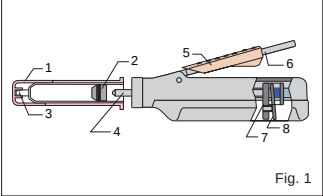

Fig. 1
8. Leva di rilascio (Fig. 1)
8. Palanca de liberación (Fig. 1)